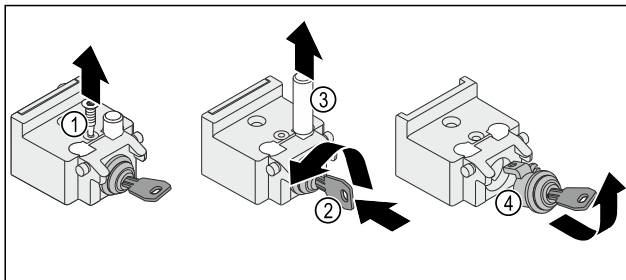

Fig. 13
- Schroef Fig. 13 (1) eruit schroeven.
- Sleutel Fig. 13 (2) insteken en draaien.
- Bouten Fig. 13 (3) naar boven toe wegnemen.
- Slot Fig. 13 (4) eruit trekken.